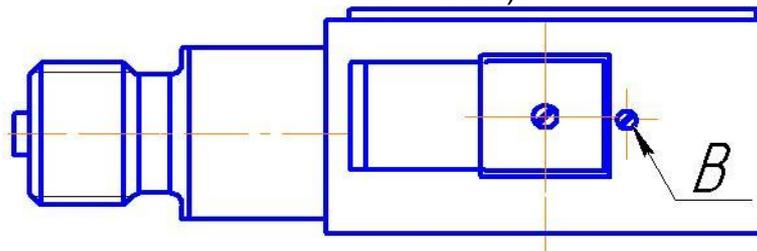

Рис.6. Вид датчика с разъемом, где В – винт.
- при необходимости произвести корректировку сдвига (нуля) при отсутствии измеряемого параметра. При необходимости произвести корректировку сдвига (нуля) при отсутствии измеряемого параметра. Открутить винт (см. рис.6), расположенный над разъемом и удерживать кнопку в нажатом состоянии от 1 до 3 секунд. При отпускании происходит обнуление, если значение давления на индикаторе не превышает $\pm 5\%$ от диапазона измерения.
При нажатии на кнопку (см. рис.6) от 1 до 3 сек и дальнейшем отжатии кнопки – происходит обнуление датчика (корректировка нуля возможна, если значение давления на индикаторе не превышает $\pm 5\%$ от диапазона измерения). При нажатии на кнопку от 3 до 5 сек – на ЖКИ выводится текущий предел измерения. Для возврата прибора в рабочий режим необходимо отпустить кнопку.